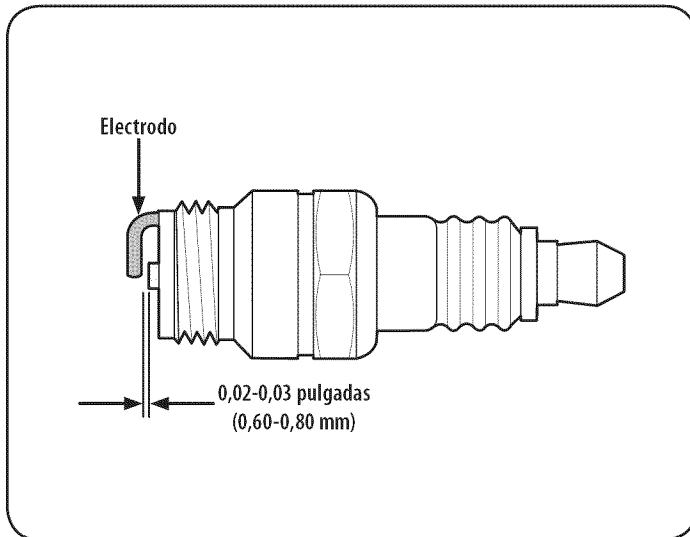

Figura 19
3. Mida la separación de bujía con un calibrador. Realice los ajustes necesarios torciendo el electrodo lateral, Figura 19. La separación debe ajustarse en 0,02-0,03 pulgadas (0,60-0,80 mm).